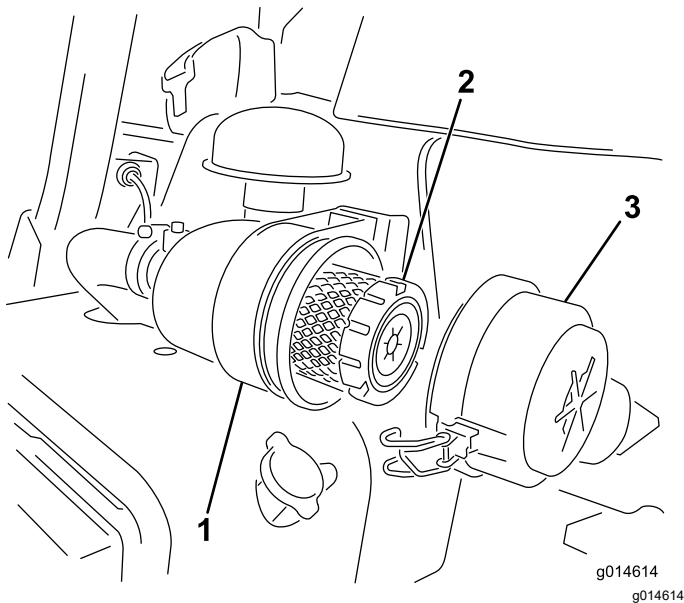

Figura 26
1. Solte as travas que prendem a tampa do purificador de ar ao corpo do purificador de ar (Figura 26).
7. Prenda as travas (Figura 26).